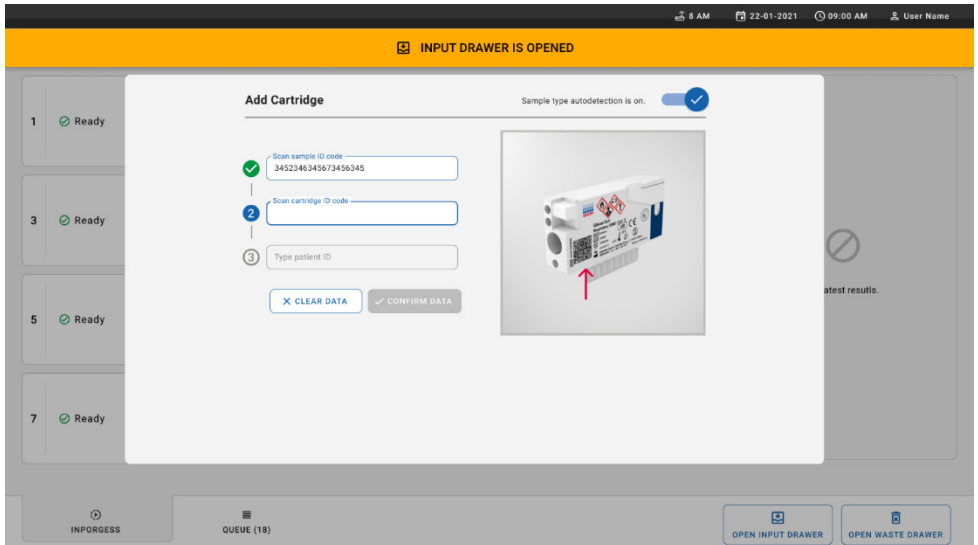
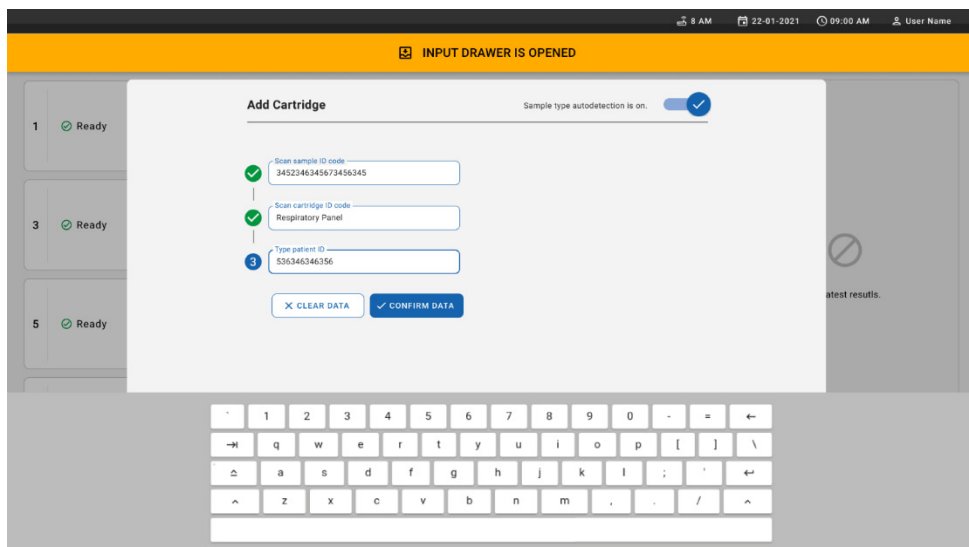

Figura 25. Digitazione dell'ID del paziente.
Figura 26. Digitare l'ID del paziente e confermare la schermata dei dati
10. Digitare l'ID del paziente (il Patient ID (ID del paziente) deve essere impostato su **on** (Acceso)) (Figura 25) quindi confermare i dati (Figura 26).